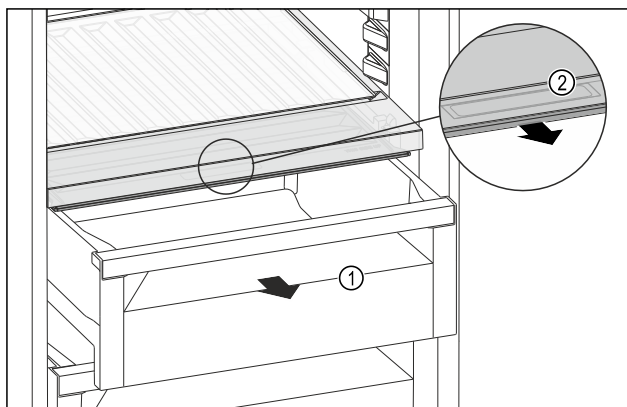

Fig. 176
- Træk skuffen Fig. 176 (1) ud.
- Tag fat i grebsforsænkningen Fig. 176 (2) i bokslåget, og træk samtidigt bokslåget frem.